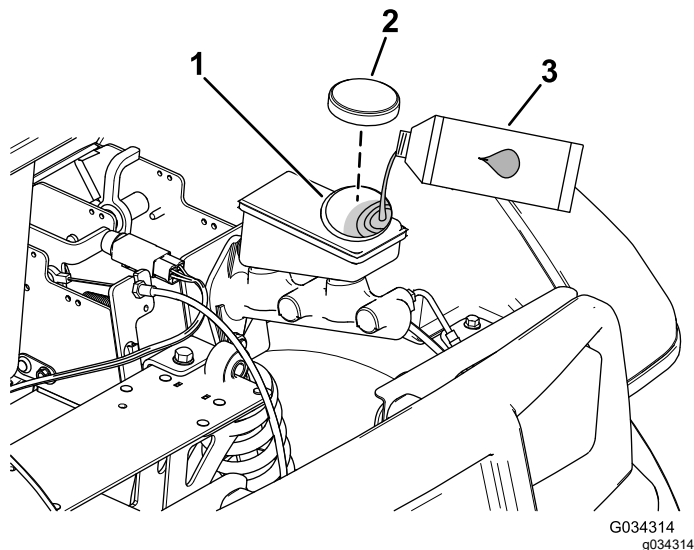

Figura 53
2. Eleve novamente o capot para obter acesso ao cilindro principal do travão e reservatório (Figura 53).
- A. Limpe a zona em redor da tampa do reservatório e retire-a (Figura 53).
- C. Coloque a tampa do reservatório (Figura 53).